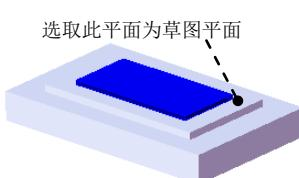
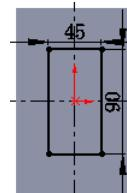

图 17.8.7 凸台—拉伸 3
图 17.8.8 横断面草图
Step4. 创建图 17.8.7 所示的零件基础特征——凸台一拉伸 3。选择下拉菜单 **插入(I)** → **凸台/基体(B)** → **拉伸(E)...** 命令；选取图 17.8.7 所示的面作为草图平面，绘制图 17.8.8 所示的横断面草图。采用系统默认的深度方向；在 **方向1** 区域的 **下拉列表** 中